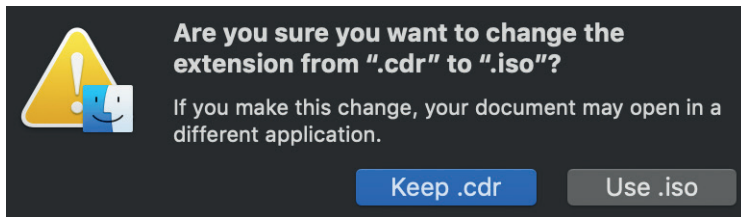

Рис. 5.15. Подтверждение изменения расширения
10. Подтвердите изменение расширения (рис. 5.15).